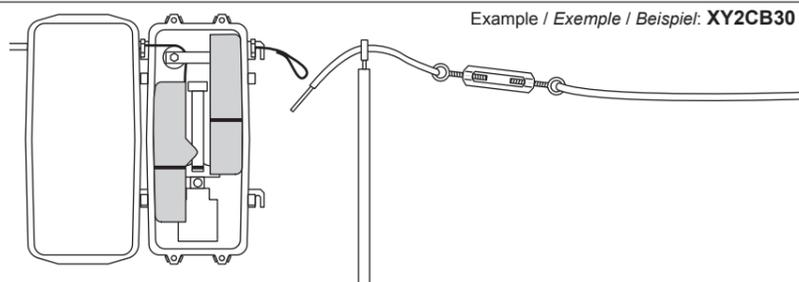

Fig. 2
- Pull up manually the counterweight(s), hook it in the upper position. Repeat this operation with the other counterweight on XY2-CB3●/304 (Fig. 2).
- Remonter à la main le(s) contre-poids de l'appareil, l'accrocher en position haute. Répéter l'opération avec l'autre contre-poids sur XY2-CB3●/304 (Fig. 2).